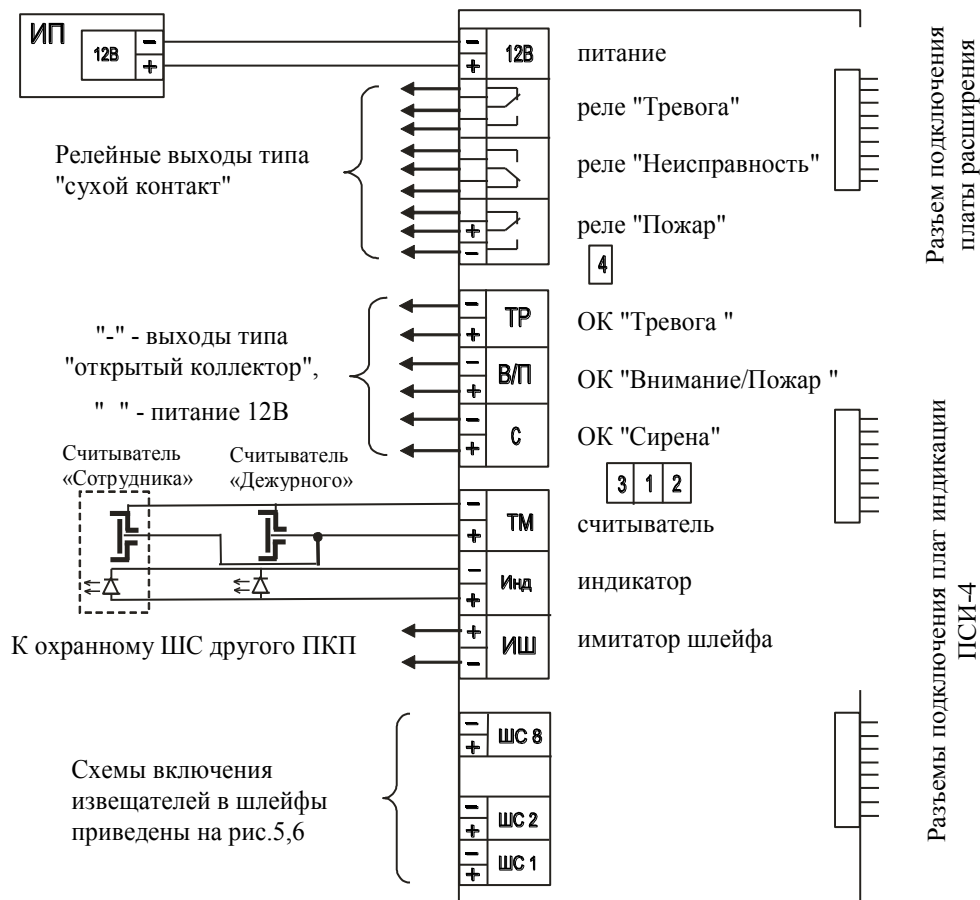

Рис.3. Схема электрическая подключения ПКП. Назначение переключек 1-4 описано в п.5.1.6.
5.1.3. Количество охранных ШС может составлять 0,2,4,8, остальные - пожарные. Соотношение пожарных и охранных ШС устанавливается переключками в соответствии с таблицей 2 и рис.3. Охранным ШС соответствуют младшие номера шлейфов, пожарным ШС - старшие.
5.1.5. На центральной плате (рис.3) расположены клеммы:
5.1.6. На центральной плате рис.3 расположены переключки (джамперы):
При отсутствии шлейфа управления реле "Пожар" необходимо установить джампер отключения контроля ШУ (джампер №4 на рис.3) - см. п.5.1.6.